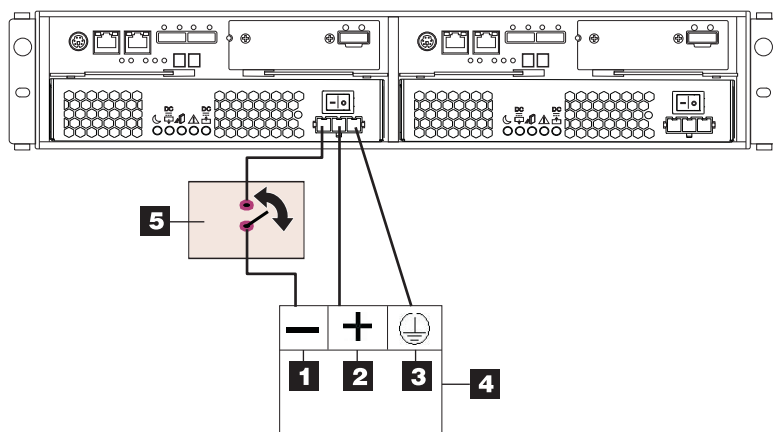

图 74. 从 DS3500 到断开连接设备和直流电源的直流接线
- 完成从断开连接设备到标记为 -48 伏可靠接地的安全特低电压 (SELV) 直流电源的终端的连线。将直流电源线的 POS RTN 线（蓝色）和地线（绿色/黄色）连接到直流电源上标记为 POS RTN 和 GND 的终端，如图 74 所示。